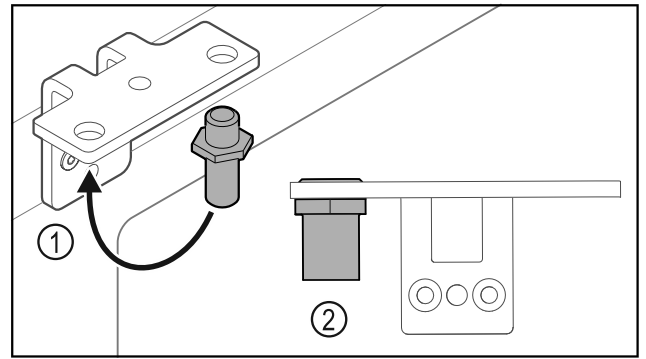

Fig. 30
- Bolzen Fig. 30 (1) im Scharnierwinkel umsetzen.
- Bolzen Fig. 30 (2) mit **Drehmoment von 12 Nm** anziehen.